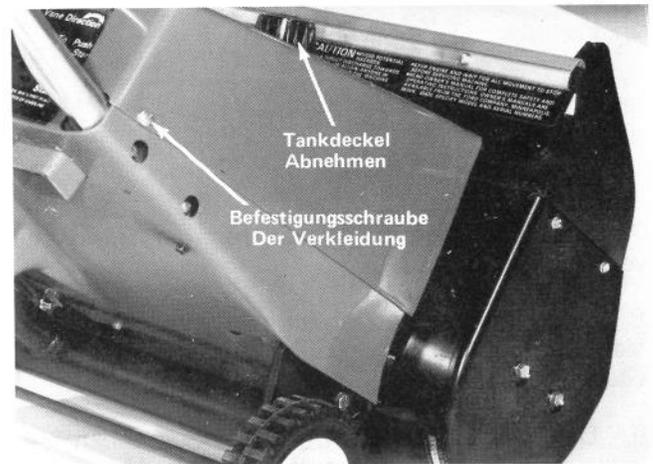

Abb. 19
2. Den Tankdeckel abnehmen (Abb. 19).
3. Die zwei Blechschraben entfernen, mit denen die obere Verkleidung seitlich befestigt ist (Abb. 19). Dann die Verkleidung abnehmen. Den Tankdeckel wieder verschliessen.
8. Den Tankdeckel abnehmen und die obere Verkleidung anbringen (Abb. 19). Den Tankdeckel wieder verschliessen.
10. Die vordere Abdeckung in die Nuten der oberen Verkleidung schieben und die Seiten der oberen Verkleidung mit zwei Blechschrauben 1/2" lang befestigen (Abb. 19).